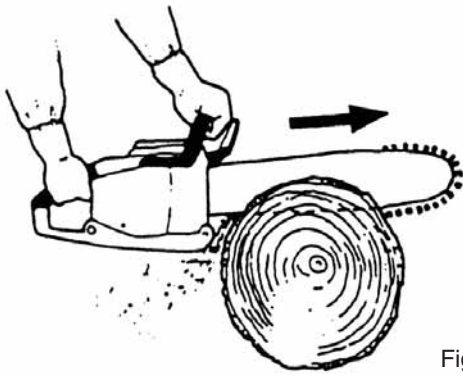

Fig. 2-7B
**Non usare mai la sega con una sola mano. Non è possibile controllare la sega adeguatamente e si potrebbe perdere il controllo ferendosi gravemente. Tenere il corpo della sega vicino al proprio corpo per migliorare il controllo e ridurre la tensione. Quando si taglia con la parte inferiore della catena, la forza reattiva allontanerà la sega dall'operatore dirigendola verso il legno che si sta tagliando. La sega controllerà la velocità di alimentazione e la segatura sarà gettata verso l'operatore. (Fig. 2-7B)**